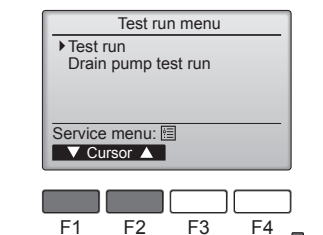

Fig. 8-2
- 2 W menu ruchu próbnego wybrać pozycję "Test run" (Ruch próbny), a następnie nacisnąć przycisk [WYBIERZ]. (Fig. 8-2)